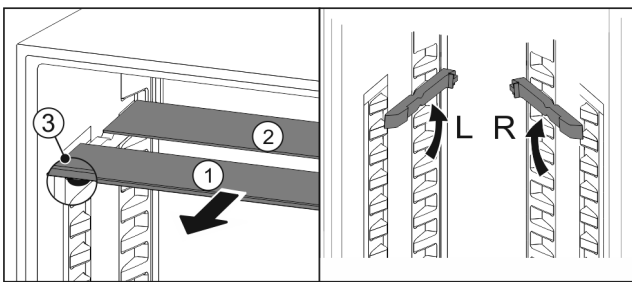

Fig. 58
- ▶ Dra ut Fig. 58 (1) glashyllorna framåt en i taget.
- ▶ Glashyllan Fig. 58 (1) med dekorlisten ligger längst fram.
- ▶ Stoppklackarna Fig. 58 (3) är vända nedåt.